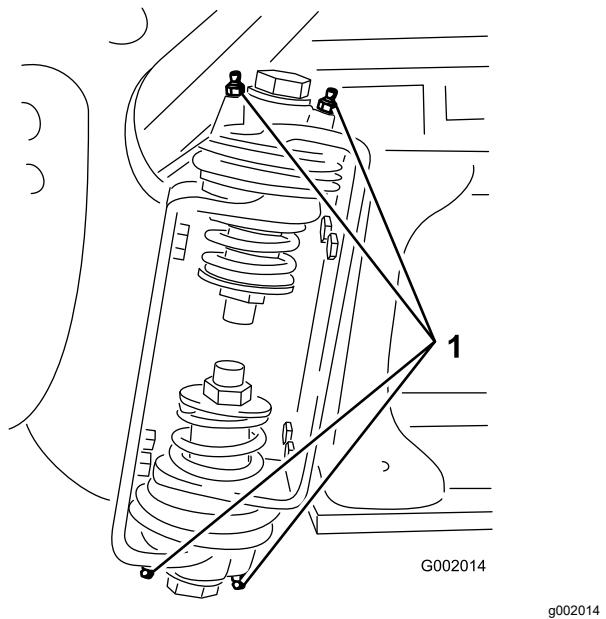

Figure 86
2. Injectez la graisse dans le roulement ou la bague au niveau de chaque graisseur (Figure 86).